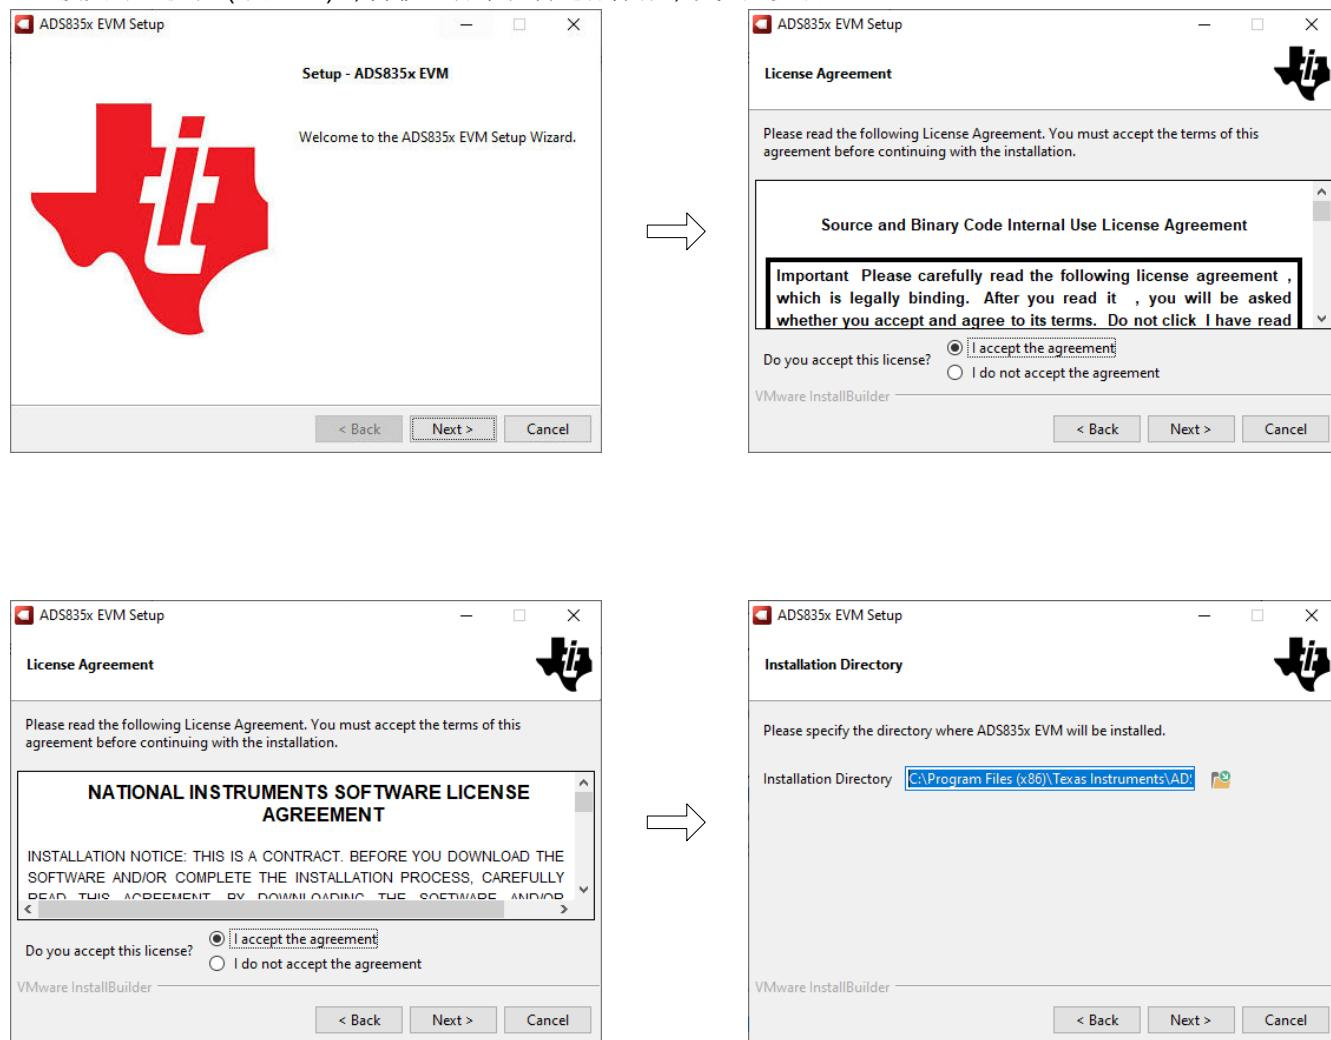

图 5-2. ADS835xEVM 软件安装提示
- 接受许可协议（图 5-2），并按照屏幕说明进行操作，以完成安装。